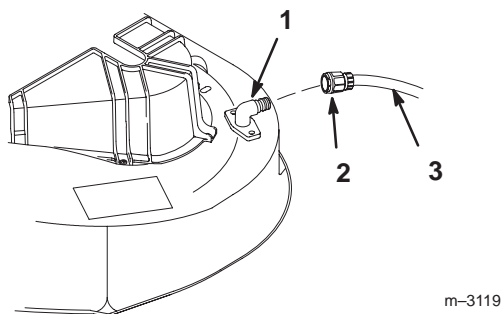

Figure 29
2. Vissez un raccord de lavage à l'embout de lavage du carter de tondeuse, et ouvrez l'eau en grand (Fig. 29).